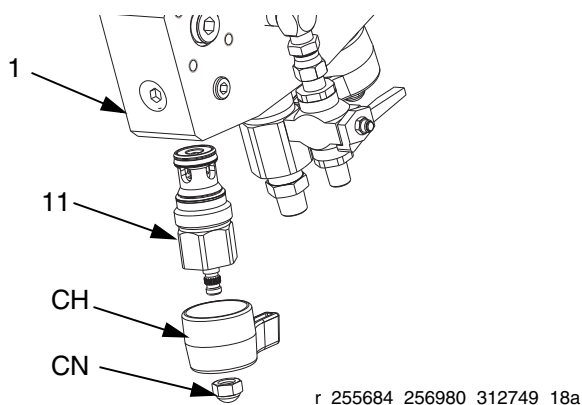

FIG. 6
1. Breng blauwe schroefdraadafdichting aan op de buitenste draden van de patronen (11) en plaats ze in de verdeler met de as volledig teruggetrokken tegen de klok in. Plaats de sleutel op de platte klanten van het patroon en draai aan tot 170 N•m (125 ft-lbs). Zie FIG. 6 op pagina 19.
2. Installeer de hendel (CH) en dopmoer (CN) op het patroon zodat de hendels naar elkaar gericht zijn in gesloten toestand.